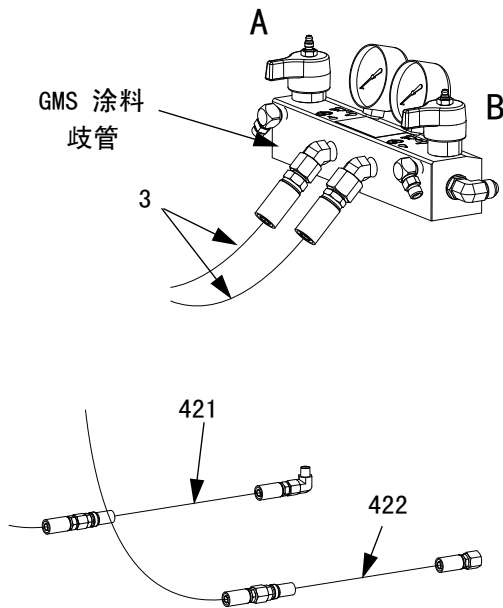
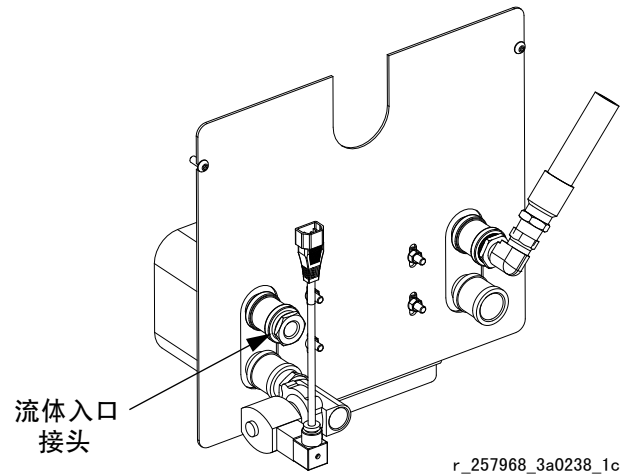

图 11
图 12：料桶架连接
1. 将软管配件包 (3) 中的 A (红色) 和 B (蓝色) 供料软管连接到 GMS 涂料歧管。请参见图 11。
3. 将 A (红色) 回料软管 (421) 的另一端连接到 A (红色) 料桶架上的流体入口接头。请参见图 11 和图 12。
4. 将 B (蓝色) 回料软管 (422) 的另一端连接到 B (蓝色) 料桶架上的流体入口接头。